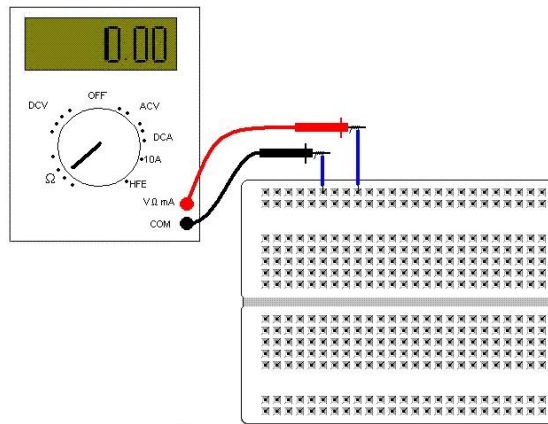

Figura 4 – Medindo a resistência entre dois pontos no mesmo barramento horizontal
- 4) Inserir os terminais do multímetro em dois pontos que estão na mesma horizontal, Figura 4.